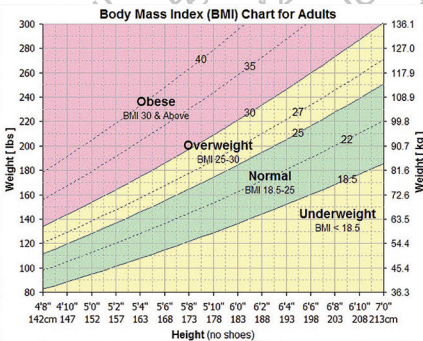

Figure 31. Diagramme IMC
- Le numéro **Patient ID** (Identifiant du patient) s’affiche en haut à gauche de l’écran. Si l’utilisateur connecté est le médecin qui a effectué la procédure, toutes les informations patient sont affichées. Noter que les informations relatives au patient incluent également l’IMC calculé en fonction du poids et de la taille du patient saisis. Si vous appuyez sur le bouton , le Diagramme IMC s’affiche (voir Figure 31).